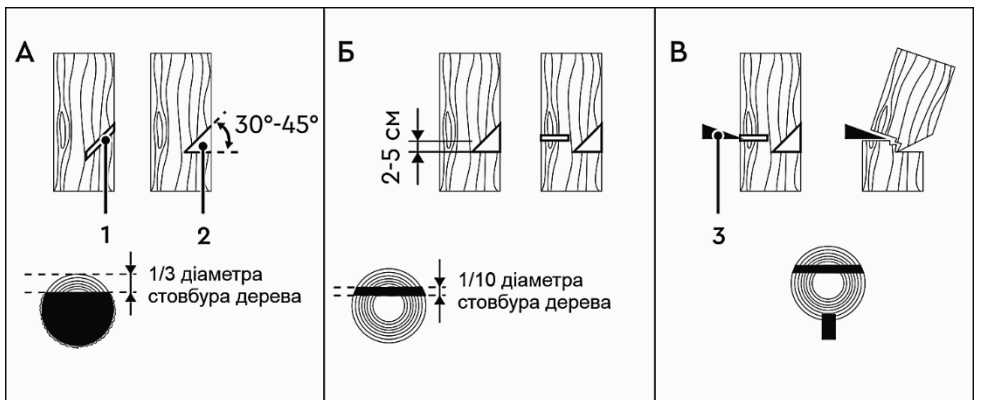

Рисунок 9
4.7.4 Виконання пропилів (рисунок 9)
Увімкніть бензопилу. Почніть пиляти дерево з того боку куди воно має впасти (1, рисунок 9-А). Зробіть клиноподібний пропил (2, рисунок 9-А) під кутом 30°-45°, глибина якого приблизно дорівнює 1/3 від товщини стовбура.
Валочний розпил (рисунок 9-Б) зробіть із протилежного боку від клиноподібного пропилю, помістивши зубчастий упор бензопили на стовбур на 2-5 см вище нижнього краю клиноподібного пропилю. Завершіть пиляння тоді, коли до внутрішнього краю клиноподібного пропилю залишиться близько 1/10 діаметра стовбура. Коли робите валочний розпил, не намагайтеся пропиляти стовбур наскрізь до клиноподібного пропилю.
Якщо дерево не почало падати, необхідно забити клин (3, рисунок 9-B), після чого дерево почне падати в бік клиноподібного пропилу.